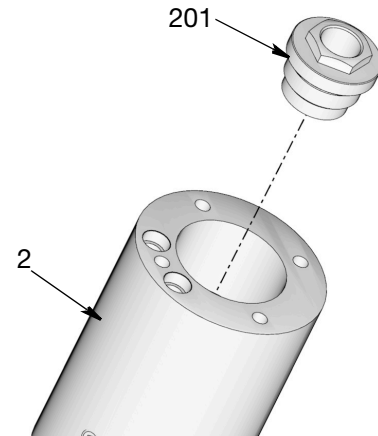

图 34
22. 从活塞 (213) 上拆下活塞密封 (214)，丢弃活塞密封 (214) 和销钉 (217)。新的更换零配件包括在配件包中。
23. 目视检查杆分段 和泵气缸 (204) 的内表面，确保在拆卸后没有发生弯曲或损坏。泵的零配件如果弯曲或损坏，将无法保持压力或高效运行。
24. 使用带绕扳手将垫片气缸 (205) 与泵适配器 (2) 分离，松开气缸。当气缸 (205) 足够松动时，用手拧下螺丝，将其从泵上拆下。
25. 如果垫圈密封 (206) 没有随垫片气缸 (205) 一道出来，请将其从泵适配器 (2) 内拆下。丢弃垫圈密封。使用配件包中的垫圈密封进行重装。
26. 使用套筒扳手将泵适配器 (2) 上的螺母 (201) 拧松并拆除 (图 34)。